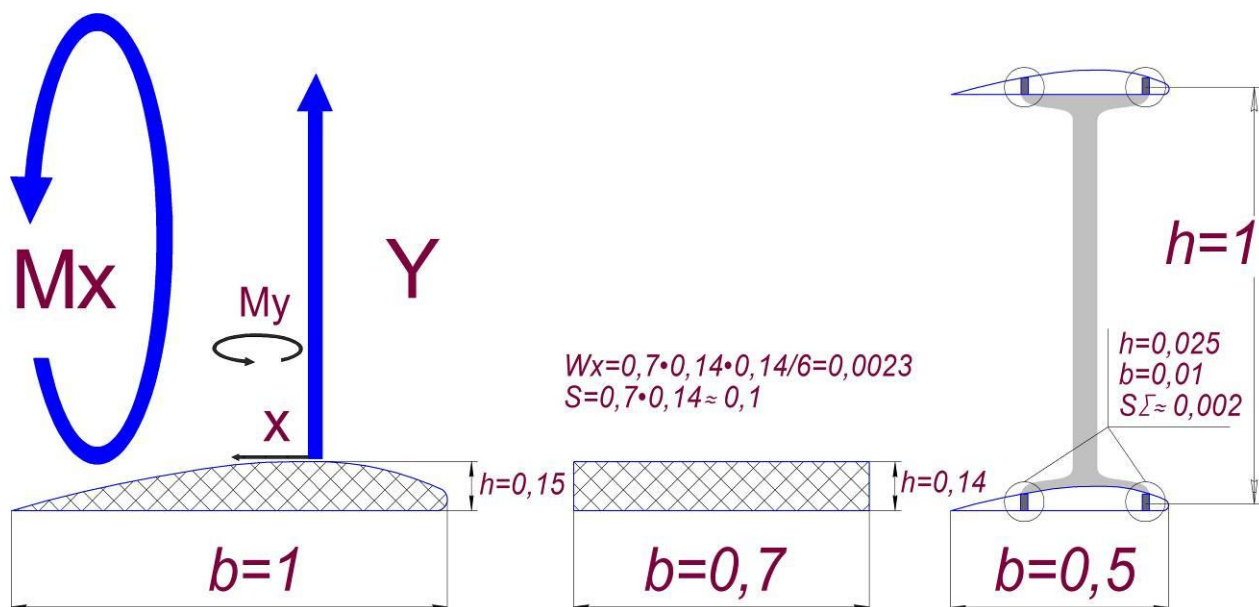

Рис. 1 Преобразование монокрыла в бипланную коробку (БК)
1. Предлагается следующий ход рассуждений (Рис. 1): предположим, что у нас есть ротор с предельно нагруженными лопастями. Поэтому, произвольное сечение лопасти выполняется сплошным из высокопрочного материала, с высоким модулем упругости. Другими словами, хорошие лопасти – тяжелые и дорогие. Таким образом, мы достигаем предельно большого удлинения (отношения радиуса к хорде) на лопастях при их необходимой прочности и жесткости. В результате получаем высокое аэродинамическое совершенство, другими словами Качество. То есть отношение подъемной силы Y к лобовому сопротивлению X или $K = Y / X$.